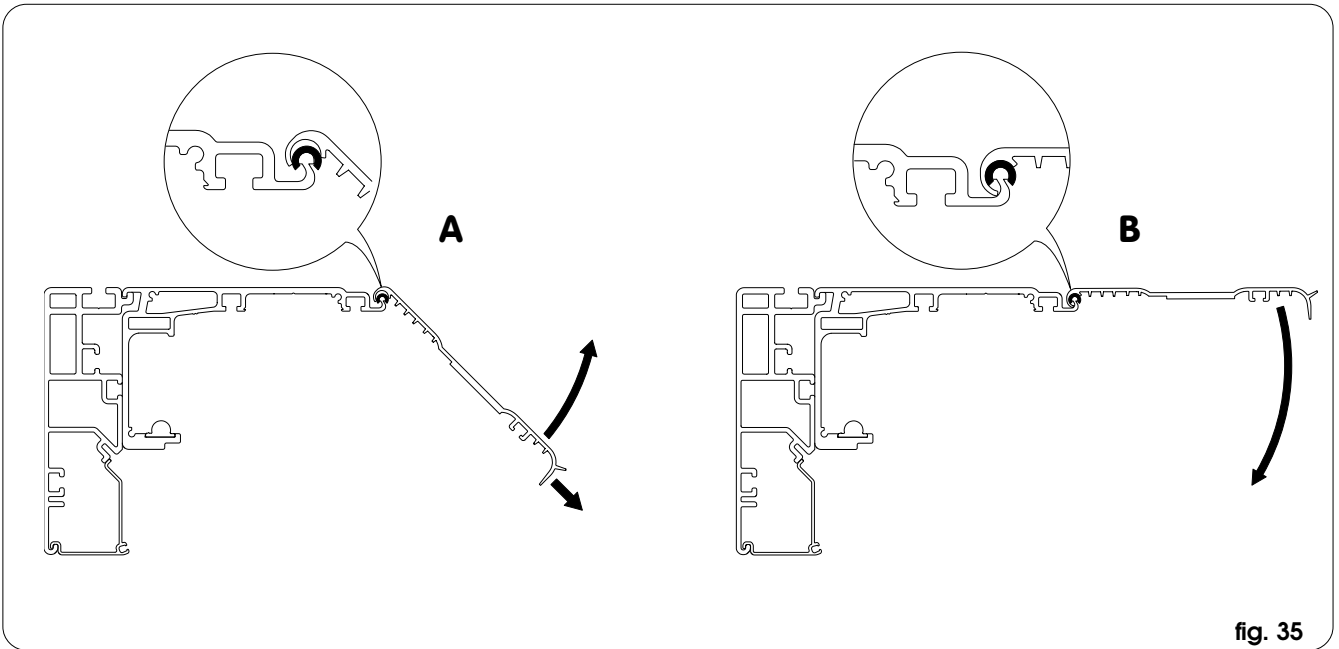

fig. 35
- Poser le carter sur les entretoises et en le tirant d'après la fig. 35 réf. A, le tourner vers le haut jusqu'à ce qu'il soit correctement accroché (fig. 35 réf. B) puis le refermer.